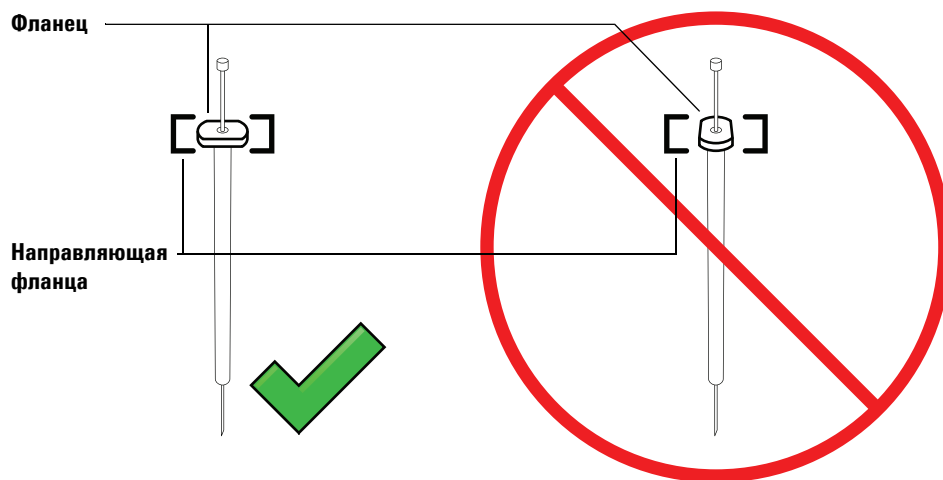

Рис. 46 Направление фланца шприца
- 7 Выровняйте фланец шприца с направляющей фланца, затем вставьте шприц на место, удерживая иглу в направляющем отверстии основания опоры иглы. Убедитесь, что плоский край фланца шприца направлен наружу (Рис. 46).